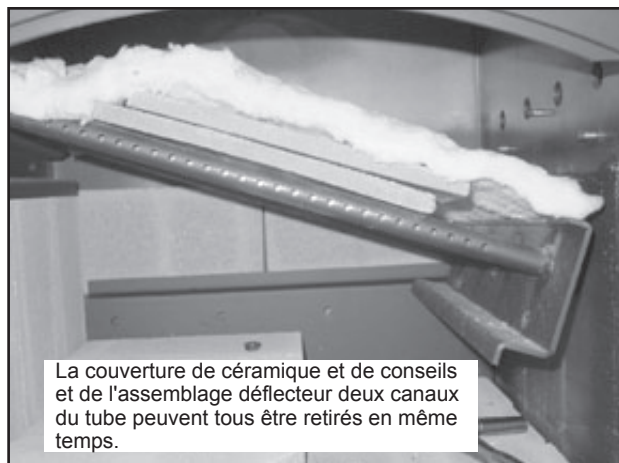

Figure 24.1
2. Le conseil a chicanes 2 pièces. Avec la couverture en céramique toujours en place, glisser une pièce chicanes sur le dessus de l'autre mais toujours garder tous les composants à l'intérieur du foyer. **Figure 24.1.**